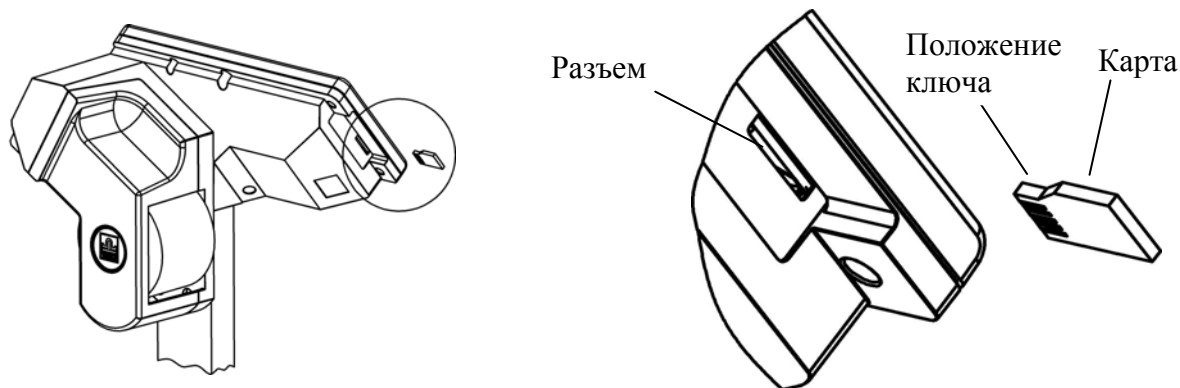

Рисунок 7.2 - Установка карты в весы
- вставить карту в разъем весов (рис. 7.2) до появления легкого щелчка, означающего фиксирование карты в разьеме, после чего: